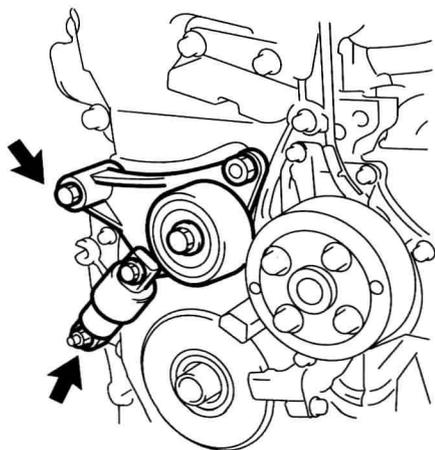

图 1-8 拆卸螺栓、螺母和皮带张紧轮
(2) 拆卸螺栓、螺母和带 V 形加强筋的皮带张紧轮，如图 1-8 所示。